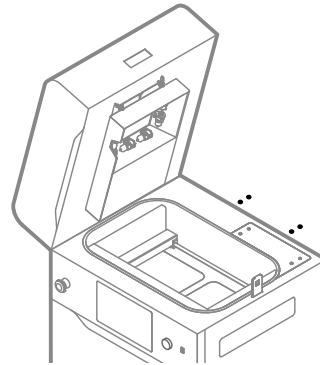

Abb. 12.76 Ziehe die vier Schrauben der Zugangsklappe wieder an.
15. Ziehe die vier Schrauben, mit denen die Zugangsklappe auf der Oberseite des Druckers befestigt ist, mit einem 2-mm-Inbusschlüssel wieder an (Abb. 12.76).